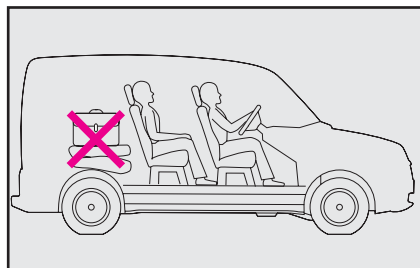

fig. 127a
**È assolutamente proibito utilizzare il sedile della terza fila con il solo schienale ribaltato, per il trasporto di carichi o bagagli. Il carico potrebbe essere proiettato contro lo schienale della seconda fila sedili, provocando gravi lesioni agli occupanti del veicolo fig. 127a.**